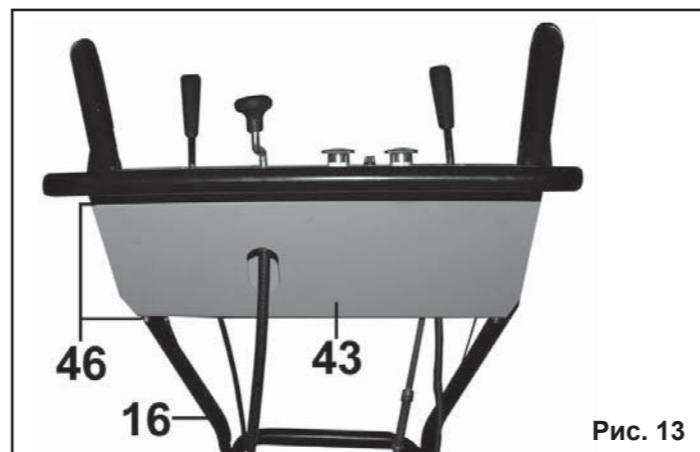

Рис. 13
6.9. Установка задней крышки панели управления (Рис.13).